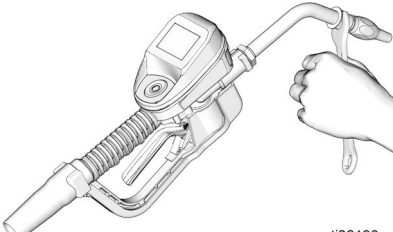

FIG. 12
2. Com uma chave inglesa nas faces da bucha do bico, aperte firmemente (FIG. 12).
- Para evitar danos ao bico, aperte o bico *somente* com a chave nas faces do casquilho do bico, como ilustrado na FIG. 12.